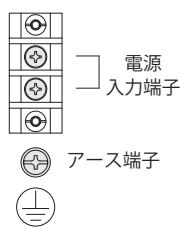

図 9 端子台の構成
- 端子ねじ M4・アースねじ M4 にて電源線・アース線を指定の端子へ適正締付トルクにて確実に接続してください。(図 9、10)